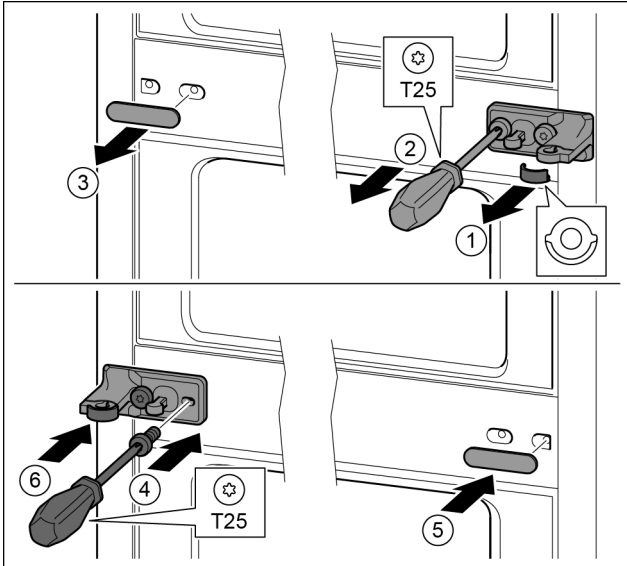

Fig. 29
- Зніміть перстину. Fig. 29 (1)
- Викрутіть гвинти за допомогою викрутки T25. Fig. 29 (2)
- Обережно зніміть кришку. Fig. 29 (3)
- Опорний кронштейн із плівкою, повернутий на 180°, закріпіть гвинтами з іншого боку. Fig. 29 (4)
- Почепіть кришку, що повернута на 180°, з іншого боку праворуч. Fig. 29 (5)
- Встановіть шайбу спереду. Fig. 29 (6)